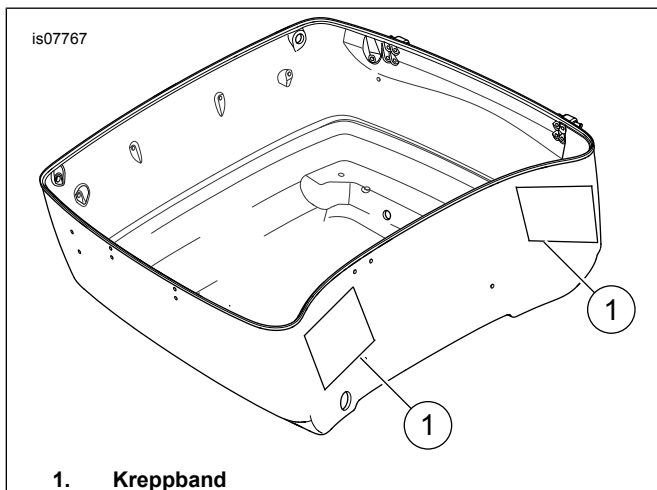

Abbildung 1. Lautsprechergehäuse-Befestigungsstellen
1. Siehe Abbildung 1. Kreppband an den Lautsprecher-Anbringungsbereichen (1) anbringen.